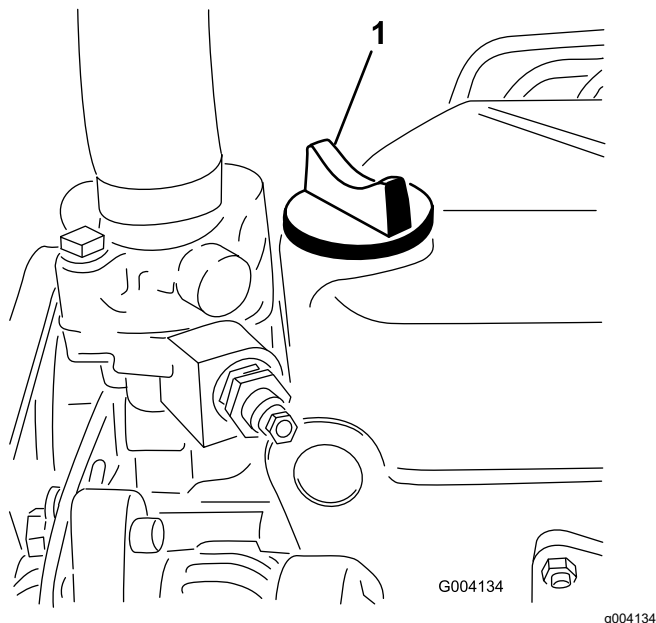

Bild 25
- Wenn der Ölstand unter der Voll-Marke liegt, nehmen Sie den Fülldeckel ab (Bild 25) und gießen Sie genug Öl ein, um den Ölstand bis zur Voll-Marke anzuheben. **Füllen Sie nicht zu viel ein.**